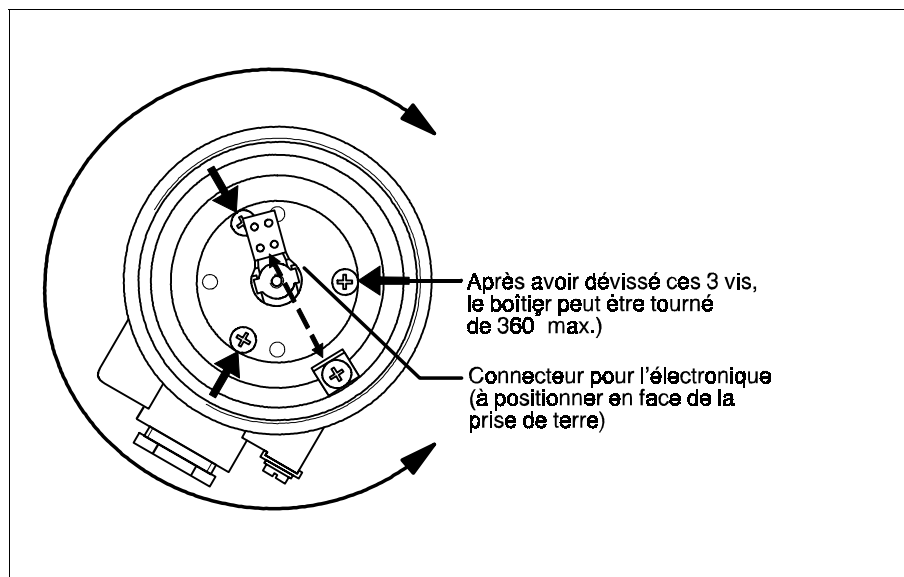

Fig. 9
- Dévisser légèrement les 3 vis dans le boîtier, voir Fig. 9.